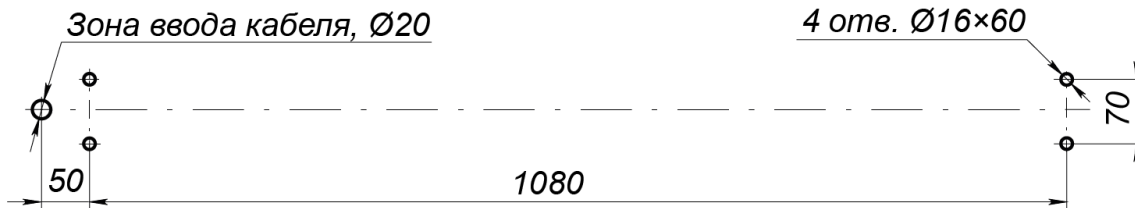

Рисунок 3. Схема разметки для установки калитки¹
2. В соответствии с рис. 3 выполните на установочной поверхности разметку и разделку отверстий под анкерные болты для монтажа калитки.